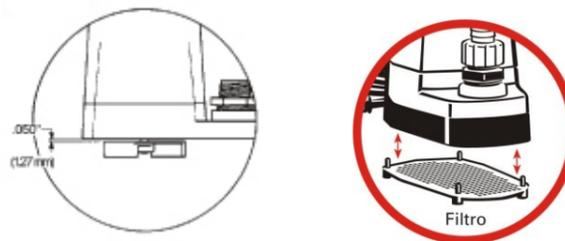

Figura 1
- A motobomba (com o filtro) consegue bombear até que reste 10 mm de lâmina d'água. Sacando-se o filtro da bomba (sugere-se utilizar uma moeda para desconectar o filtro da voluta ver figura 1), a motobomba conseguirá bombear até que reste 3 mm de lâmina d'água no reservatório.
- Caso haja a necessidade de sacar o rotor, ao recolocá-lo no produto, assegure-se em manter uma distância de 1,27mm entre a base inferior da carcaça do motor e a base superior do rotor (ver figura 1).